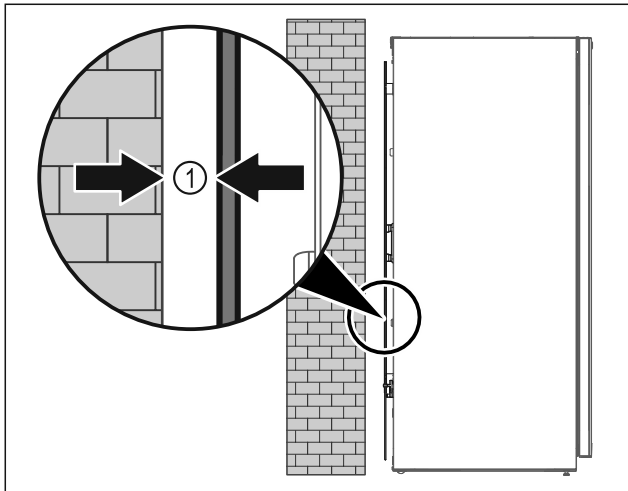

Fig. 52
- ▶ Установите устройство или свободно в помещении или прямо к стене на расстоянии 5 мм Fig. 52 (1).